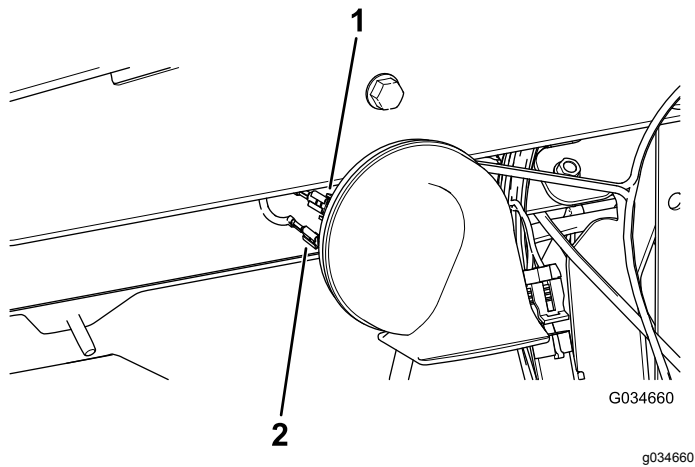

图 4
3. 将主线束的 2 个母接头插入 48V 喇叭的 2 个公接头**图 4**。